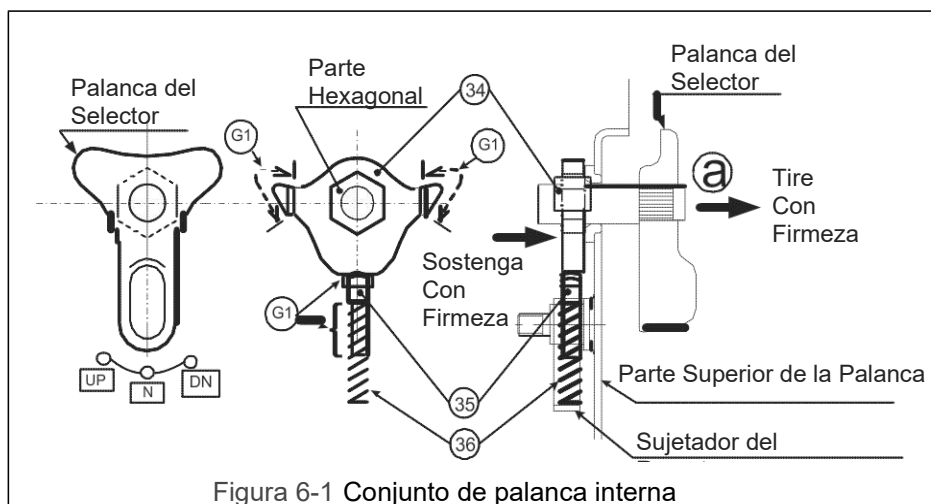

Figura 6-1 Conjunto de palanca interna
Consulte la Figura 6-1, proceda como sigue:
- 1) Fije la palanca del selector en el conjunto de la palanca (37) en la posición 'N'.
- 2) Con la palanca del selector accionada en la dirección 'a', como se muestra en la ilustración de la izquierda, inserte la parte hexagonal de la palanca del selector dentro del trinquete del selector (34).
- 3) Aplique una capa ligera de grasa (G1) para el trinquete de selección (34) y a la parte superior de la flecha del resorte (35) como se muestra en Figura 6-1.
- 4) Inserte la flecha del resorte (35) dentro del resorte del trinquete selector (36) y sujételos dentro del sujetador del resorte.